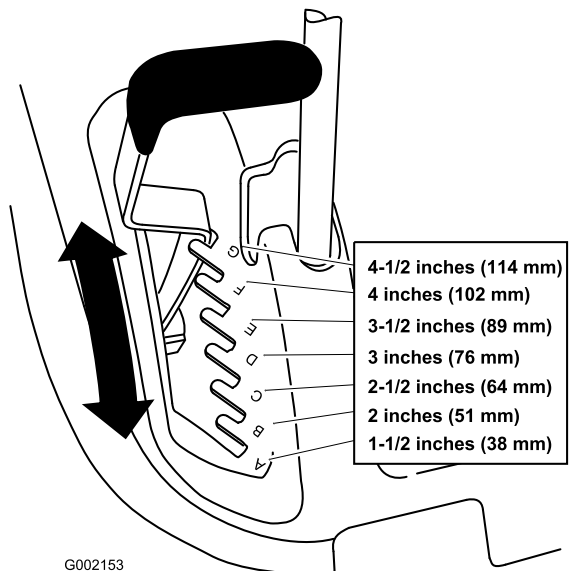

Bild 12
1. Heben Sie den Schnitthöhenhebel in die Transportstellung (gleichfalls die 114-mm-Höheneinstellung) (Bild 12).
2. Ziehen Sie den Schnitthöhenhebel nach oben in die gewünschte Position (Bild 12).